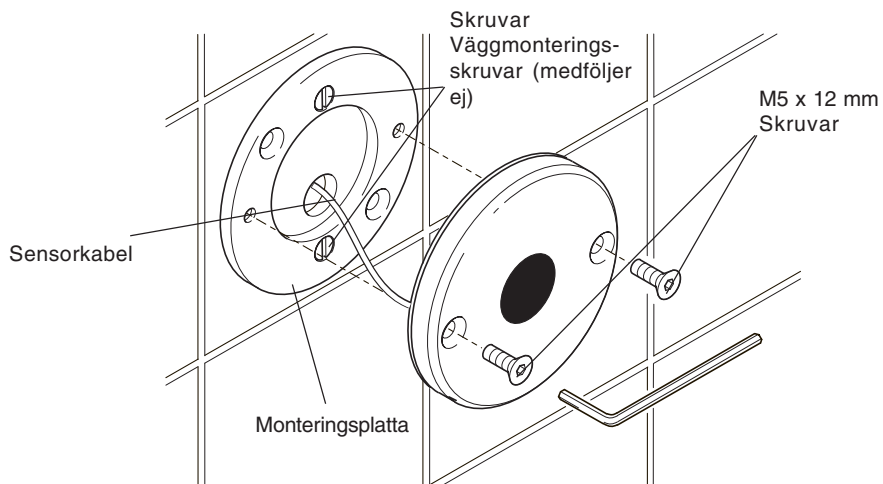

Bild 7
2. Med monteringsplattan på plats montera Rada Sensor 129 och se till att kabeln från sensorn löper genom hålet i mitten (se Bild 7).